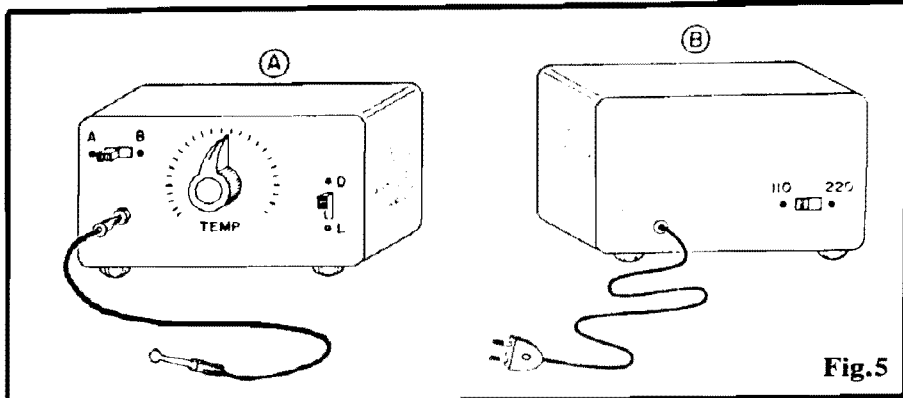

Fig.5
- FIG. 5 - A CAIXA - Conforme já dissemos, são muitas as possibilidades ou variantes de "encaixamento" do módulo (o uso, o ambiente e outras circunstâncias, poderão ser determinantes nessa decisão...). Entretanto, a nível geral, a sugestão mostrada na figura nos parece a mais adequada e simples: no painel frontal do container podem ficar o potenciômetro (com respectivo knob e escala graduada...), a chave "liga-desliga" e o "chaveamento de função" (alarme "baixo" ou "alto"), além do eventual jaque para inserção do plugue extremo do cabinho que vem do NTC... Na parte traseira da caixa podem ficar a passagem (com ilhós de borracha próprio...) do cabo de força e a chave de escolha da Tensão da rede local ("110-220"). Numa das laterais (ou mesmo no topo...) da caixa, o alto-falante pode ser internamente instalado, confrontando com um conjunto de furi-nhos ou frestas destinadas à passagem do som para o exterior...